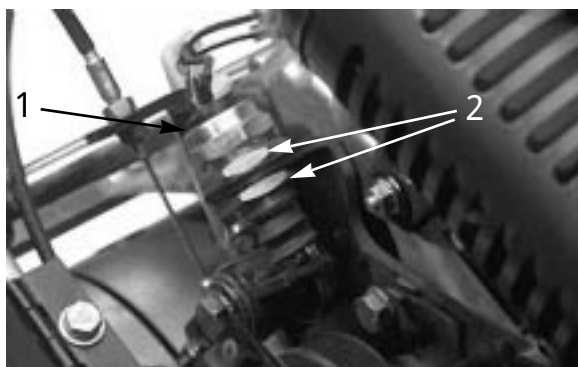

図 44
2. スイッチ固定ナット（2個：図44）をゆるめ、スイッチ・ブランジャが3～6 mm突き出る（スイッチ閉じる）ようにスイッチ位置を調整する。